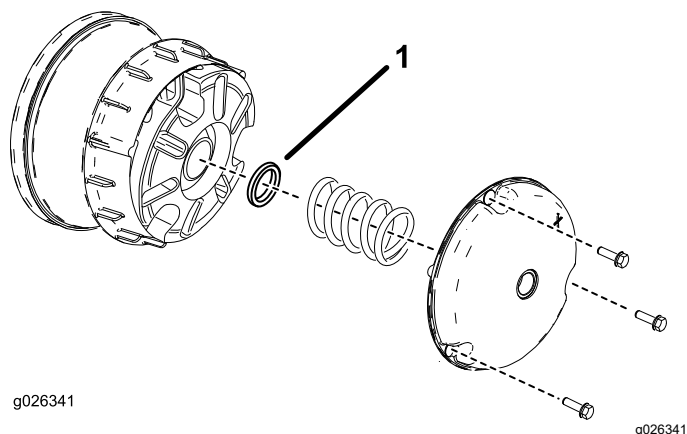

Figure 63
- Retirez les boulons qui fixent le couvercle de l'embrayage primaire, comme montré à la Figure 63.